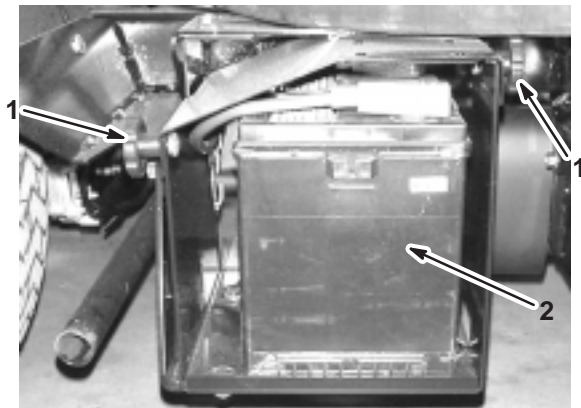

Figure 55
- Desserrez les boutons sur les côtés du bac de la batterie et déposez le couvercle de la batterie (Fig. 55).
- Retirez le dispositif de retenue et les fixations de la batterie (Fig. 55).
3. Installez le dispositif de retenue de la batterie avec les fixations retirées précédemment (Fig. 55).
4. Posez le couvercle de la batterie et fixez-le à l'aide des 2 boutons (Fig. 55).
1. Desserrez les boutons sur les côtés du bac de la batterie et déposez le couvercle de la batterie (Fig. 55).